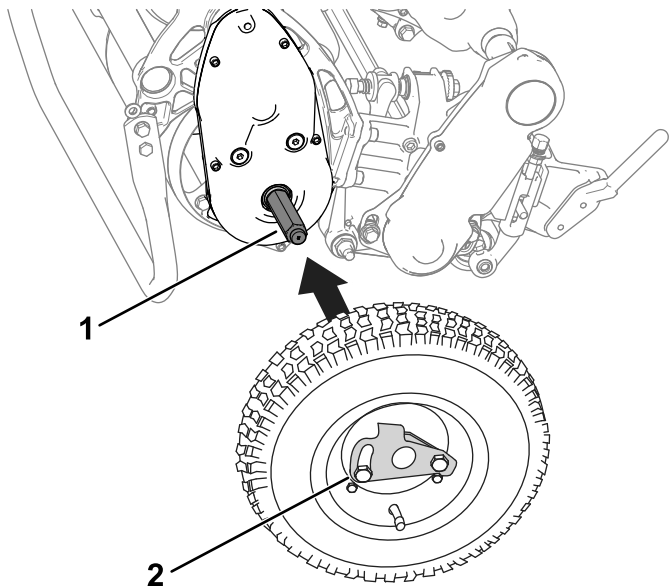

Figura 25
2. Glisai o roată pe o osie (Figura 25).
3. Pivotați clemă de blocare roată în afara (Figura 25) centrului roii, lăsând-o să gliseze pe osie.